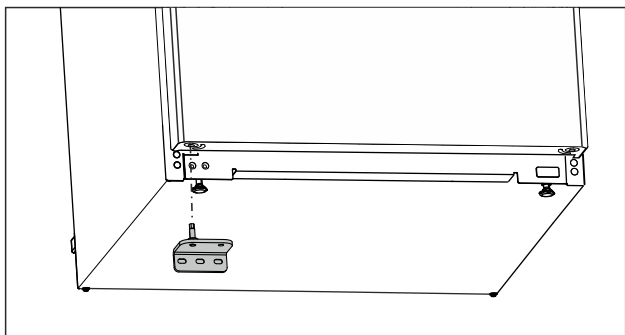

Fig. 22
- Nasadte ložiskovú konzolu na opačnú stranu. (pozri Fig. 22)